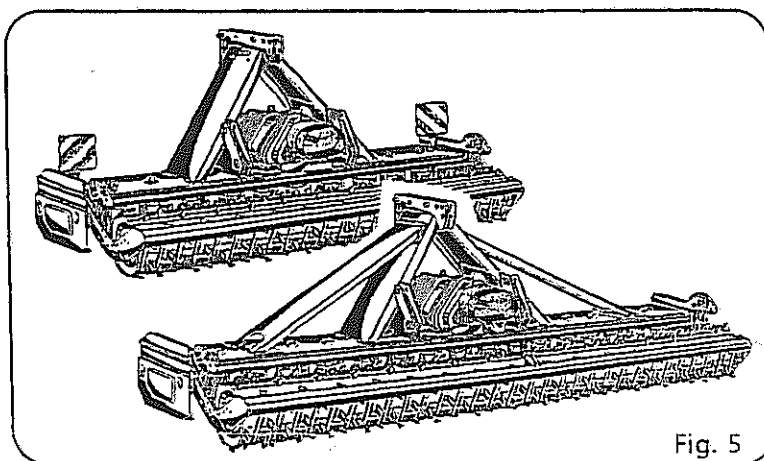

Fig. 5
** Zum Transport auf öffentlichen Straßen und Wegen ist eine Langfahrvorrichtung erforderlich (Abb. 5, Pos. T). Diese kann im Werk angefordert werden.